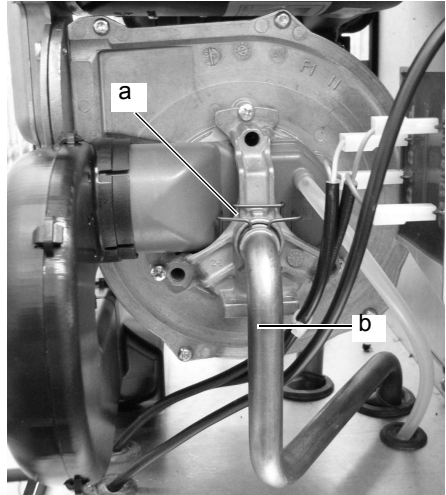

Figura 8.2 Forcina e tubo gas.
- 4 Togliere la forcina **a** (**Figura 8.2**) ed estrarre il tubo del gas **b** (**Figura 8.2**)